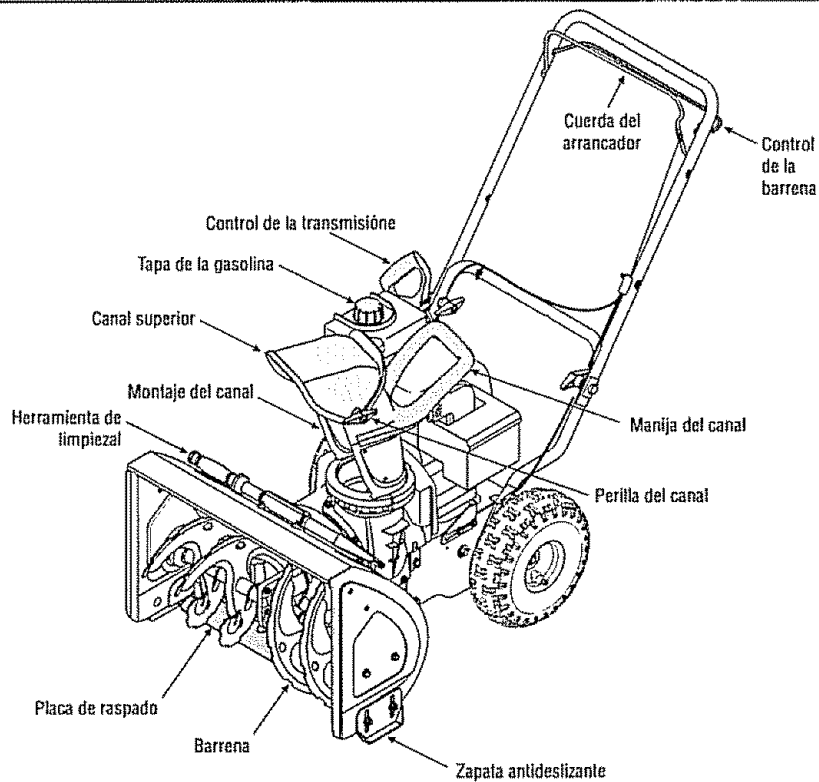
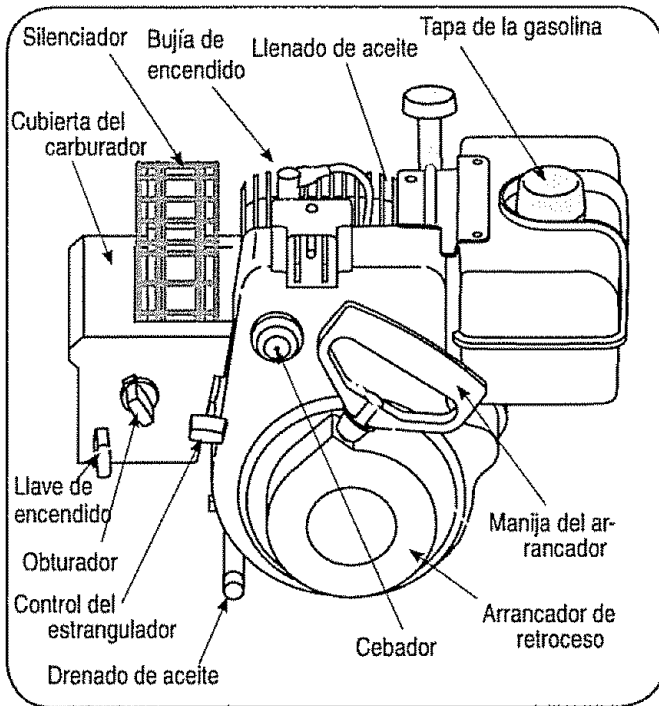

Figura 5
Figura 6
El espacio entre el plato de afeitado y la tierra puede ser ajustado. Refiérase a la Figura 6 para la posición del plato de afeitado y patine zapatos. Para el retiro de nieve cercano, coloque zapatos de patinazo en la posición baja. Cuando el área para ser limpiada es desigual, zapatos de patinazo de lugar en la posición media o alta. Ver la Figura 5. NOTE: no recomiendan a la operación de este lanzador de nieve sobre la grava cuando la grava suelta puede ser fácilmente recogida y lanzada por el taladro que causa a herida personal o daño al lanzador de nieve. Si usted tiene que hacerlo funcionar sobre la grava, guarde el zapato de patinazo en la posición más alta para el despacho de aduana máximo.
1. Ajustar zapatos de patinazo soltando dos loco de maleficio y cerrojos de carro sobre cada zapato de patinazo, y moviendo el zapato de patinazo a la posición deseada. Ver la Figura 5.
1. El cable de transmisión y el cable de la barrena se dirigen a través de la caja de control de velocidad en el lado izquierdo de la manija. El cable de la barrena y el cable de control de velocidad se dirigen después hacia la manija inferior izquierda. El cable de transmisión se dirige a través de la parte superior de la manija superior y, por último, hacia abajo a la manija inferior derecha. Vea la figura 5.
2. Se han utilizado tres uniones de cable para ajustar sin tensión los dos cables de control a la manija inferior. Dos de estas uniones de cable están en cada brazo, y la tercera en la barra transversal superior de la manija inferior. Ajuste estas uniones de cable para sujetar los cables a la manija inferior. Vea la figura 5.